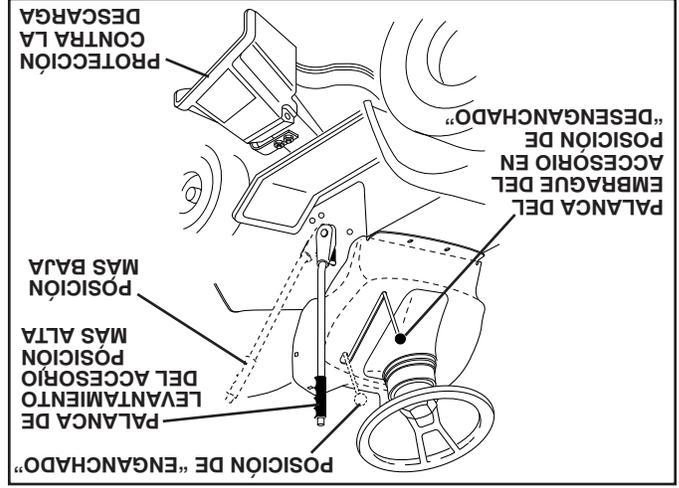

Fig. 6
PARA OPERAR LA SEGADORA (Vea Fig. 6)
PARA PARAR LAS CUCHILLAS DE LA SEGADORA - (Vea Fig. 6)
PARA AJUSTAR LA ALTURA DE LA SEGADORA (Vea Fig. 6)
PARA USAR EL CONTROL DE LA ACELERACIÓN (D) (Vea Fig. 6)
PARA MOVERSE HACIA ADELANTE Y HACIA ATRÁS (Vea Fig. 6)
PARA AJUSTAR LA ALTURA DE CORTE DE LA SEGADORA (Vea Fig. 6)